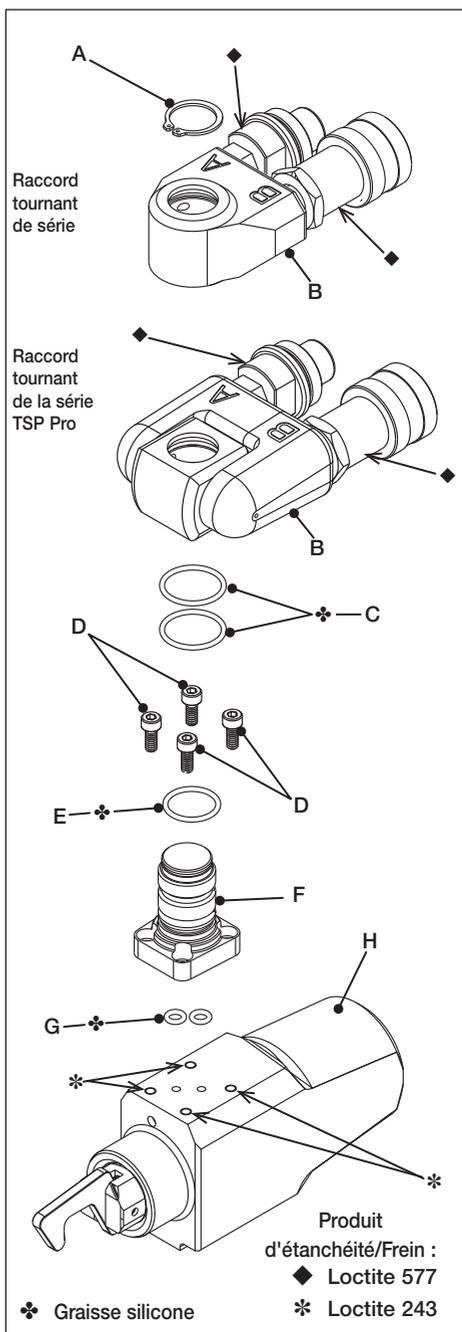

Fig. 14
5.3 Entretien complet du raccord tournant hydraulique et de l'unité de commande (fig. 14, 15 et 17)
Voir composants du raccord tournant sur les fig. 14 et 17
- Appliquer une petite quantité de frein à filet Loctite 243 sur les alésages filetés de l'unité de commande. Voir leur emplacement (*) sur la figure 14.
- Installer deux joints toriques (G) dans les orifices situés à la base du potelet (F).
- Poser le potelet (F) sur l'unité de commande (H) en s'assurant que les orifices hydrauliques sont bien alignés. Veiller à ce que les joints toriques (G) ne tombent pas et ne soient ni coincés ni coupés.
- Installer les vis creuses M4 dégraissées (D) et les serrer à 5,1 Nm (3,7 ft lb).